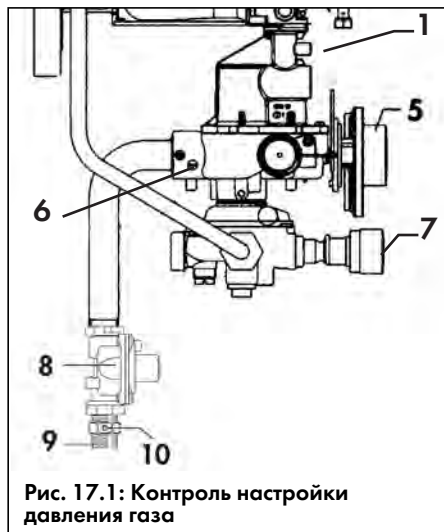

Рис. 17.1: Контроль настройки давления газа
- Установите крышку (15) обратно, крепко затянув её 4 винтами (14).
- Открутите винты (12) и снимите крышку (13) с газовой арматуры (крышка подпружинена).
- Вытащите прокладку корпуса (20), пружину клапана модуляции (17) и клапан модуляции (18).
- Замените клапан (18) и прокладку корпуса (20) на соответствующие из комплекта для перенастройки и вставьте их вместе с прежней пружинной (17) в газovou арматуру. Обратите внимание на правильное положение уплотнительной прокладки.
- Установите крышку (13) обратно, крепко затянув её винтами (12).
- Установите коллектор (2) с соплами и соберите горелку.
- Подсоедините U-образный манометр к штуцеру для измерения давления газа на соплах (1, рис. 17.1), вывернув из него винт.
- Подсоедините U-образный манометр к штуцеру для измерения давления газа на соплах (1, рис. 17.1), вывернув из него винт (рекомендуется U-образный манометр Vaillant № 99-0034).
- Запустите аппарат в работу на максимальной мощности согласно указаниям на стр. 9 и 10 и, вывернув регулятор температуры (7, рис. 17.1) до упора вправо, откройте возможно больший разбор горячей воды.
- Установите вращением установочного винта секторного дросселя (6, рис. 17.1) давление на соплах, указанное в таблице на стр. 25:
(1, рис. 17.1) для измерения давления газа на соплах.